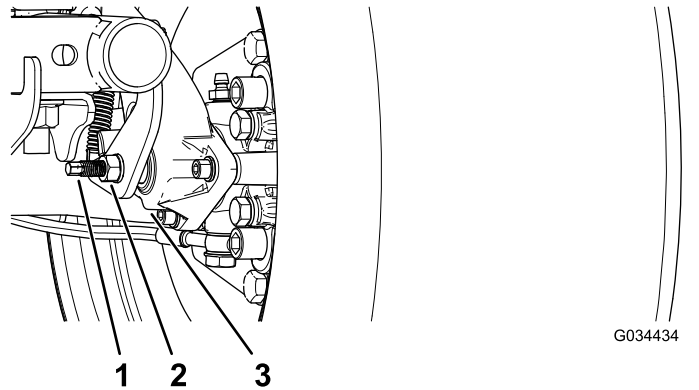

图 50
3. 使用 2 个扳手用 1 个扳手控制住制动盘上的调节杆用另一个扳手将锁紧螺母拧松 1/4 圈 图 50。
4. 在将调节杆和锁紧螺母固定在位的同时旋入调节杆直至旋紧 图 50。
5. 在将调节杆和锁紧螺母固定在位的同时向回倒旋 1/4 圈 图 50。
6. 在将调节杆和锁紧螺母固定在位的同时拧紧锁紧螺母 图 50。